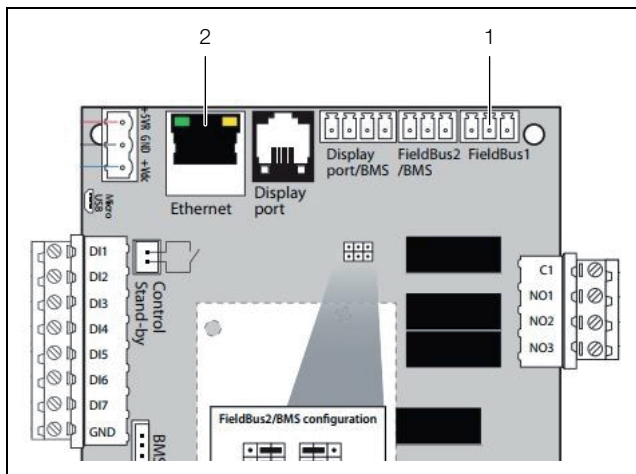

Imagen 10: Conexiones
- Utilice la conexión «FieldBus1» (imagen 10, pos. 1) de la placa para conectar el equipo a un dispositivo de vigilancia.
- Utilice la conexión «Ethernet» (imagen 10, pos. 2) de la placa para conectar el equipo a través de páginas web a un dispositivo de vigilancia.